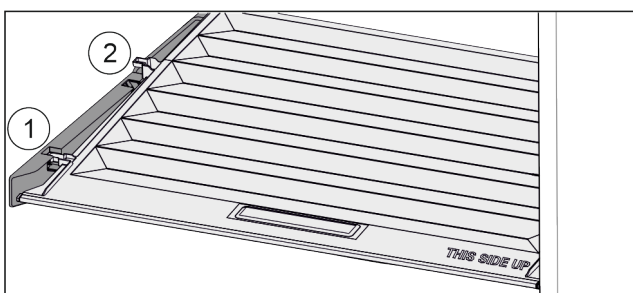

Fig. 116
- ▶ Издърпайте напред Fig. 116 (1) капака до отвора в задържащите части.
- ▶ Повдигнете го отзад отдолу и отстранете Fig. 116 (2) нагоре.